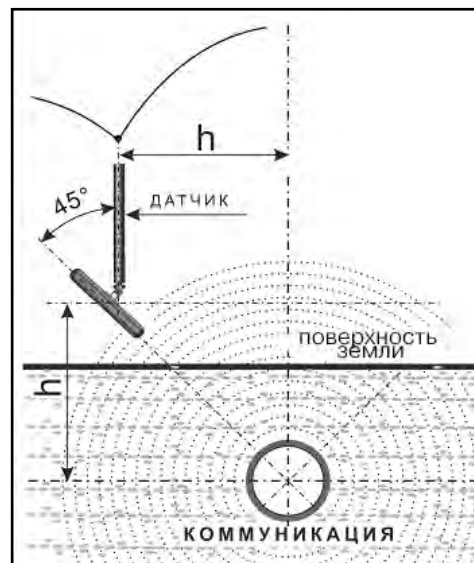

Рис. 8.1
2. При положении датчика ЭМД перпендикулярно трассе и под углом 45° к поверхности земли минимум сигнала наблюдается на удалении от точки «над трассой», равном глубине залегания коммуникации, когда ось антенны пересекает ось трассы. Это - косвенный метод измерения глубины залегания коммуникации (рис.8.1).